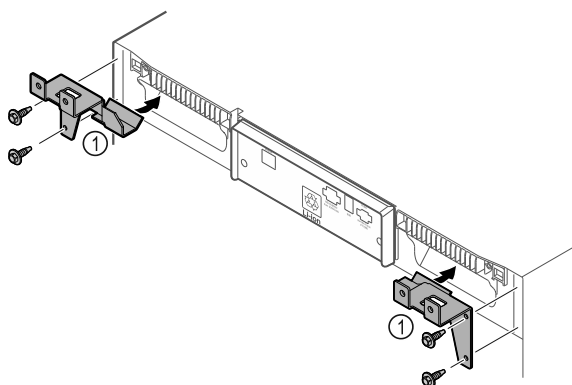

Fig. 10
- ▶ Montera fästdelarna Fig. 10 (1) på apparaten med självgängande skruvar.